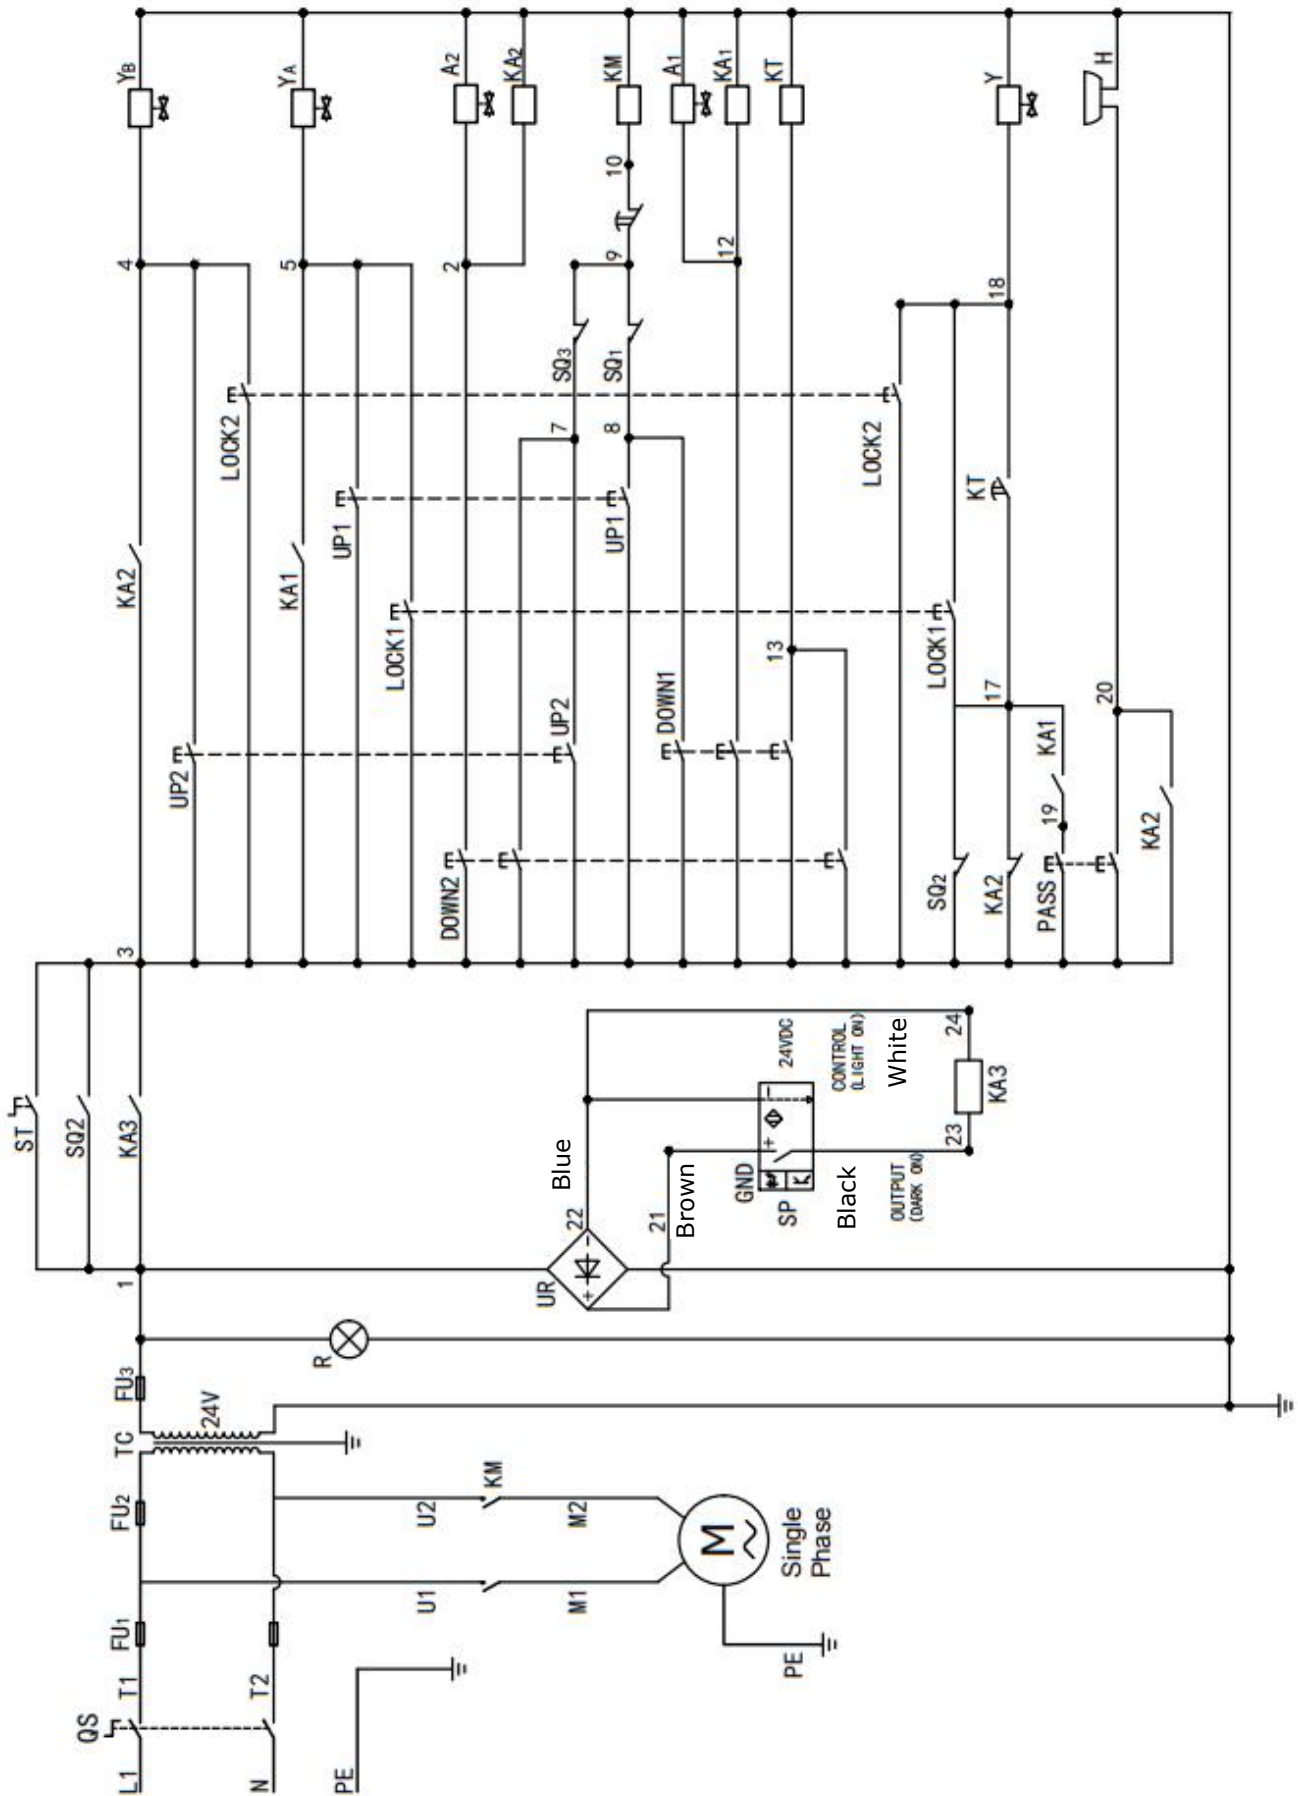

Fig. 21
2.2 Circuit Diagram (See Fig. 21).